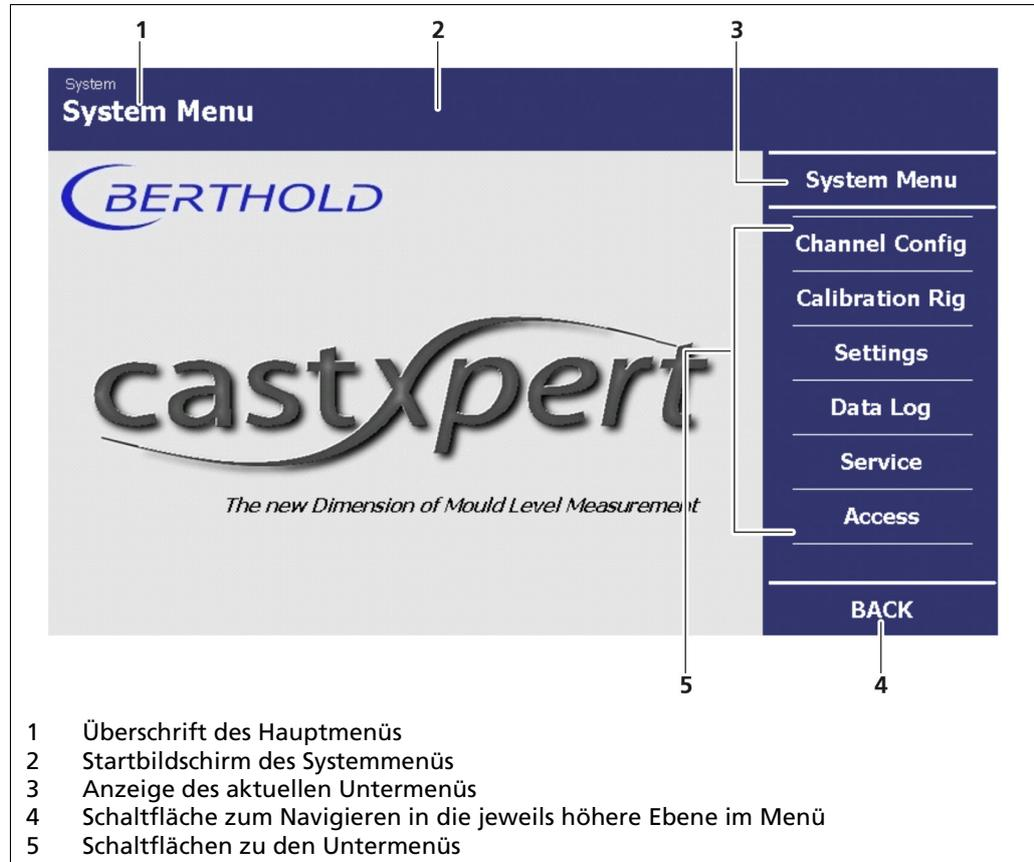

Abb. 19 Systemmenü, Startseite
- Das Systemmenü (Abb. 19) wird geöffnet.
Klicken Sie im Systemmenü auf <Einstellungen> (Abb. 19, Pos. 5), um in das Untermenü **Einstellungen** zu gelangen.